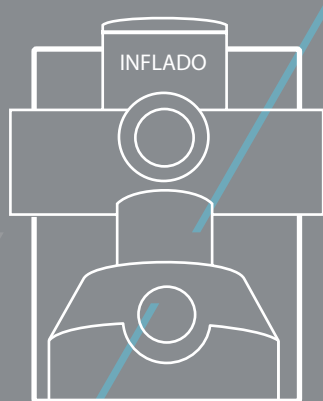

Imagen 3.
- Para inflar, fija el tubo girándolo hacia la derecha en la salida de aire del bombín, etiquetada como Inflate, **Imagen 3**, y para deshinchar, fija el tubo girándolo hacia la izquierda en la salida de aire del bombín, etiquetado como Deflate. **Imagen 4**